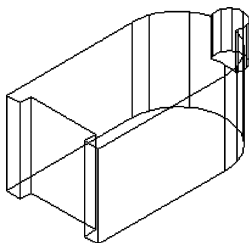

图 13-91 并集运算后的实体
(4) 单击“三维工具”选项卡“实体编辑”面板中的“差集”按钮，将实体与长方体进行差集运算。
(5) 单击“默认”选项卡“绘图”面板中的“圆”按钮，捕捉实体顶面圆心为圆心，绘制半径为22的辅助圆。
(6) 单击“三维工具”选项卡“建模”面板中的“圆柱体”按钮，捕捉R22圆的右象限点为圆心，创建半径为6、高为-16的圆柱体。
(7) 单击“三维工具”选项卡“实体编辑”面板中的“并集”按钮，将实体进行并集运算，如图13-91所示。
(8) 单击“默认”选项卡“修改”面板中的“删除”按钮，删除辅助圆。
(9) 单击“默认”选项卡“修改”面板中的“移动”按钮，以实体底面圆心为基点，将其移动到壳体顶面圆心处。